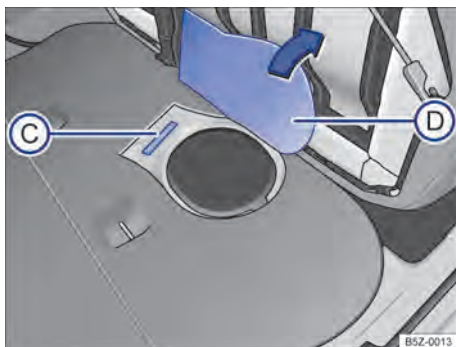

Fig. 18 Debaixo do banco traseiro sob o revestimento do assoalho (D): número de identificação do veículo (C).
O número de identificação do veículo está localizado debaixo do banco traseiro sob o revestimento do assoalho \Rightarrow Fig. 18 (C). Para encontrar o número de identificação do veículo, rebater o banco traseiro e levantar o revestimento do assoalho \Rightarrow Fig. 18 (D).